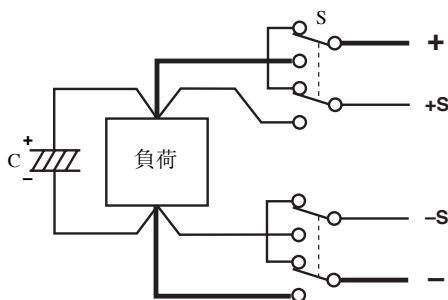

図 4-7 機械的スイッチによる ON/OFF
- ・負荷に供給する電力線を機械的スイッチで ON/OFF する場合は、図 4-7 のようにセンシング線間にもスイッチを入れ、電力とセンシングを同時に ON/OFF してください。また、機械的スイッチの ON/OFF は必ず OUTPUT スイッチ OFF か POWER スイッチ OFFで行ってください。